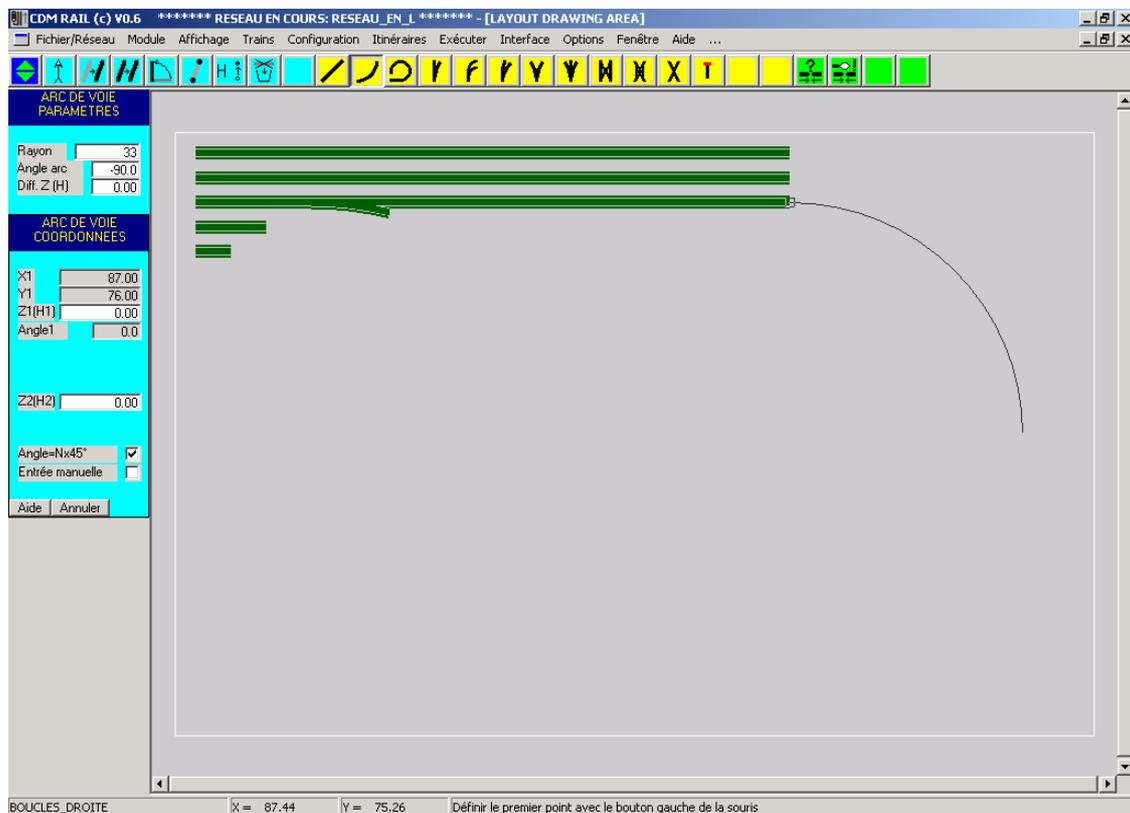

Figure MM-3-9: Tracé du premier arc (90°) de la boucle interne.
- Approcher le curseur de la souris de l'extrémité droite du segment horizontal de la boucle interne, jusqu'à ce que l'arc temporaire soit attiré par cette extrémité (figure MM-3-9).